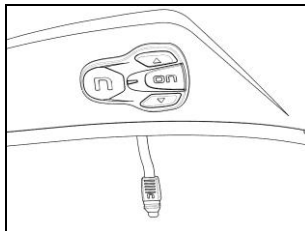

Abb. 5
- Kleben Sie die Tastenvorrichtung auf die Helmschale, indem Sie sie zwecks optimaler Haftung gegen die Außenfläche der Helmschale drücken (Abb. 5).